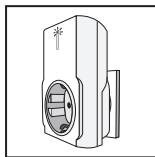

Рисунок 3. Программирование
5.2. Вставьте приемник в розетку, чтобы автоматически активировать режим обучения. Данный режим будет активен в течение 5 секунд после включения приемника. Светодиодный индикатор на приемнике будет медленно мигать (рисунок 3). Чтобы повторно активировать режим обучения, извлеките приемник из розетки, подождите 10 секунд и снова вставьте приемник в розетку.